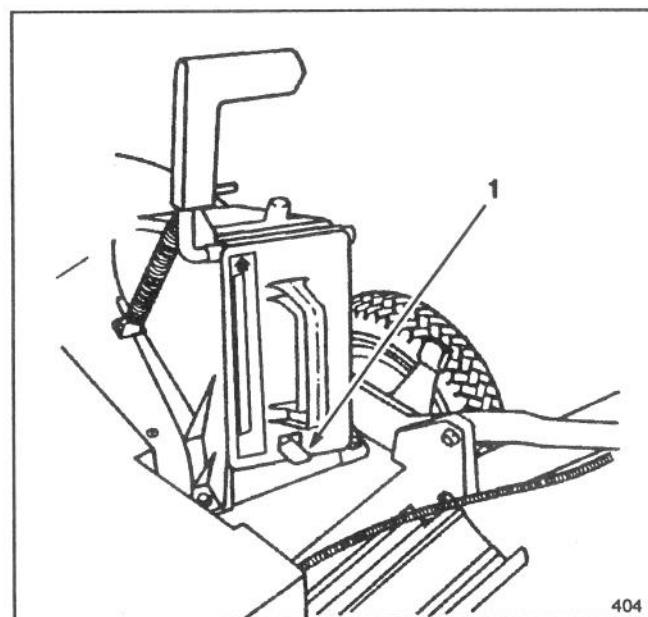

Abb. 3
3. Schieben Sie den Mulchstöpsel ganz hinein bis die federnde Klemme am unteren Ende einrastet, wodurch der Mulchstöpsel im Auswurftunnel fest verankert wird (Abb. 3). Lassen Sie den Griff der Auswurftür los, um das obere Ende vom Mulchstöpsel zu verankern.